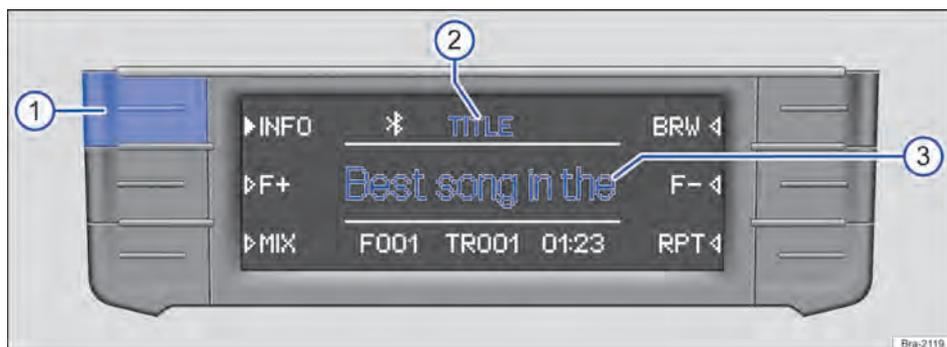

Fig. 138 Exemplo de exibição na operação de mídia: informações das faixas de um CD de MP3 em execução.
Em CDs de áudio sem texto de CD, na linha central do display → Fig. 138 ③ é exibido somente TRACK e o número da faixa conforme a sequência na unidade de armazenamento de dados.
No centro da linha superior do display é exibido o tipo da informação de faixa selecionada, por exemplo, TITLE → Fig. 138 ②.
- Pressionar brevemente o botão de função **[INFO]** → Fig. 138 ① para trocar o tipo de informação exibida da faixa. ▶
| Exibição → Fig. 138 ② | Informação da faixa → Fig. 138 ③ |